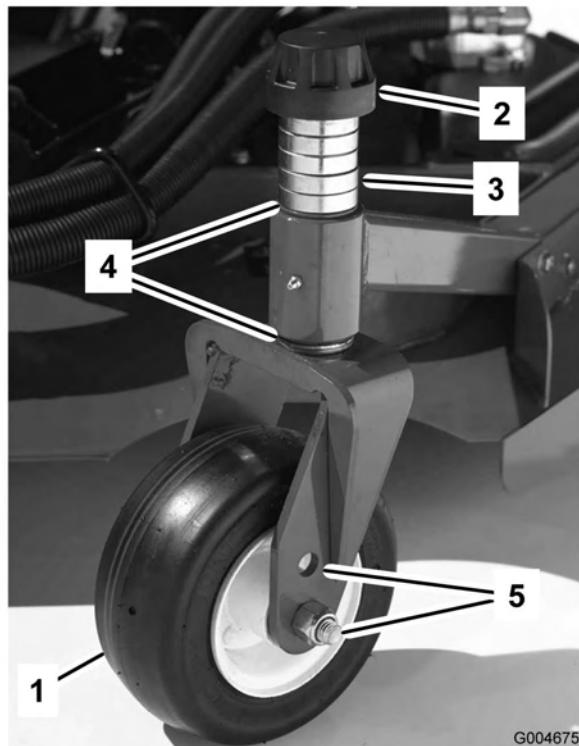
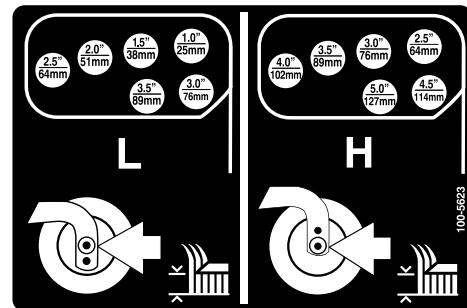
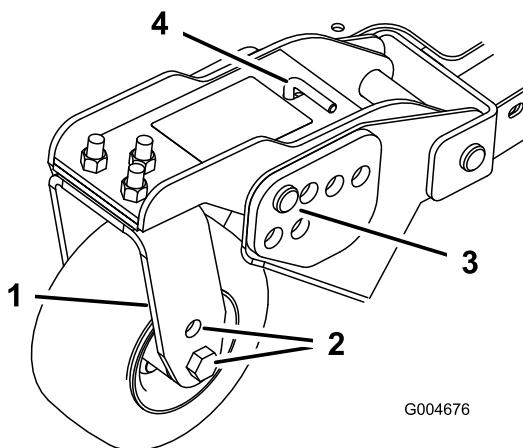

Figure 18
Figure 21
Figure 20
1. Placez les essieux des roues pivotantes dans les mêmes trous sur toutes les fourches (Figure 18 et Figure 20). Pour choisir les trous corrects pour la hauteur de coupe requise, reportez-vous au tableau suivant.
2. Enlevez le chapeau de tension de l'axe de pivot (Figure 18) et sortez l'axe du bras pivotant. Replacez les 2 cales (3 mm) sur l'axe de pivot comme à l'origine. Elles sont requises pour que les plateaux de coupe soient parfaitement de niveau sur toute la largeur. Placez le nombre requis d'entretoises de 13 mm sur l'axe de pivot pour obtenir la hauteur de coupe voulue, puis ajoutez la rondelle.
- Enlevez la goupille fendue et les axes de chape des bras pivotant (Figure 20).
- Tournez la tige de tension pour éléver ou abaisser le bras de pivot jusqu'à ce que les trous soient en face de ceux du support de hauteur de coupe sélectionnés dans le bâti du plateau de coupe (Figure 20 et Figure 21).